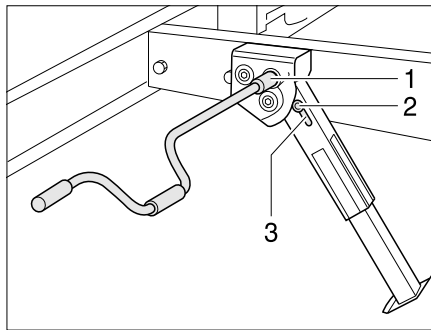

Bild 28 Hubstütze
- Am Sechskant (Bild 28,1) den Steckschlüssel aufstecken und drehen. Die Hubstütze schwenkt nach unten und wird automatisch ausgefahren.
- Am Sechskant (Bild 28,1) den Steckschlüssel aufstecken und drehen, bis die Hubstütze wieder vom Boden frei ist.
- Mit dem Steckschlüssel am Sechskant drehen, bis die Hubstütze nach oben geschwenkt und die Führungsscheibe (Bild 28,3) vollständig in die Kerbe (Bild 28,2) eingefahren ist.